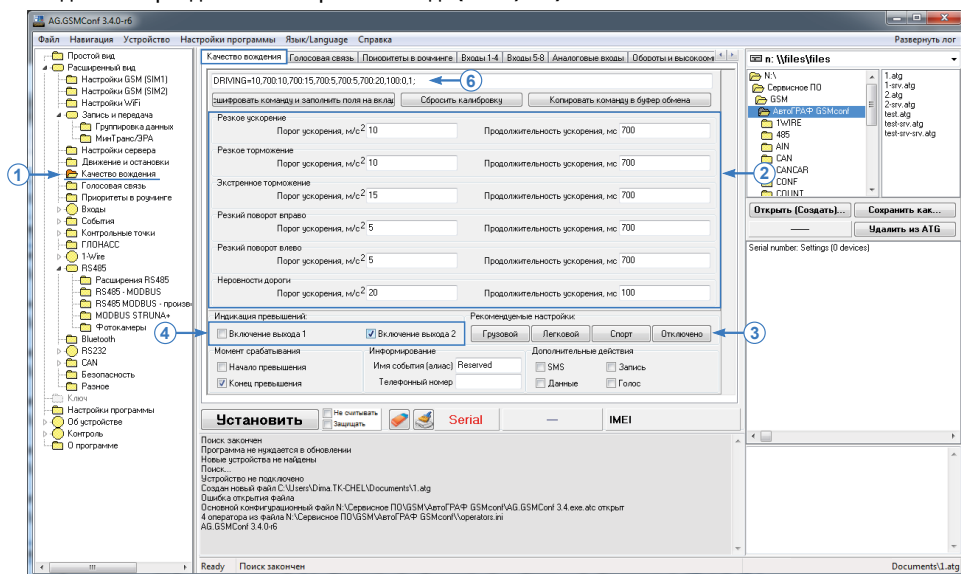

Рис.1. Формирование команды DRIVING.
- откройте программу AG.GSMConf актуальной версии и перейдите на вкладку «Качество вождения» в разделе «Расширенный вид» (**Рис.1, п.1**).
- на этой вкладке настройте пороги ускорений (**Рис.1, п.2**). Для оценки качества вождения используются несколько типов ускорений. Датчик проверяет пороговые значения этих ускорений и фиксирует превышение, если значение параметра ускорения было больше установленного порога в течение заданной продолжительности. Для контроля качества вождения используются следующие параметры ускорения:
Для выбора нужной настройки, нажмите соответствующую кнопку (Рис.1, п.3) – рекомендуемые настройки порогов ускорений будут занесены в соответствующие поля на вкладке «Качество вождения», в том числе и в поля команды удаленной настройки.
- настройте состояния дискретных входов, устанавливаемые при регистрации нарушения (Рис.1, п.4). При превышении порога ускорения датчик может быть настроен включать цифровые выходы. Выход находится во включенном состоянии, пока превышен порог. Данная настройка позволяет подключить к выходу устройство оповещения – светодиод или звукоизлучатель и немедленно сообщать водителю о факте нарушения. Также выходы датчика могут подключаться к цифровым входам бортового контроллера «АвтоГРАФ» и инициировать их срабатывание.
При установке настроек на вкладке «Качество вождения» в поле в верхней части вкладки формируется команда удаленной настройки «DRIVING» с выбранными параметрами (Рис.1, п.5). Для дальнейшей работы необходимо скопировать данную команду.